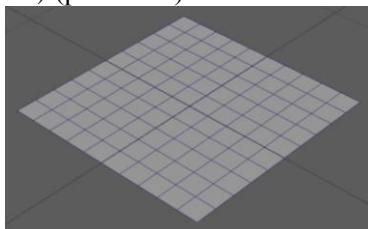

Рис. 2.17. Зображення примітиву *Plane* (Площина)
- *Plane* (Площина) (рис. 2.17):